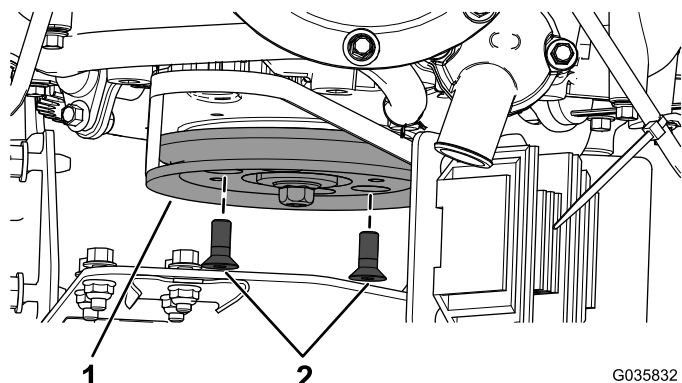

Figura 7
2. Instale a polia do alternador no motor com os parafusos de cabeça chata sextavada interior (M8 x 20 mm) como se mostra na Figura 7.